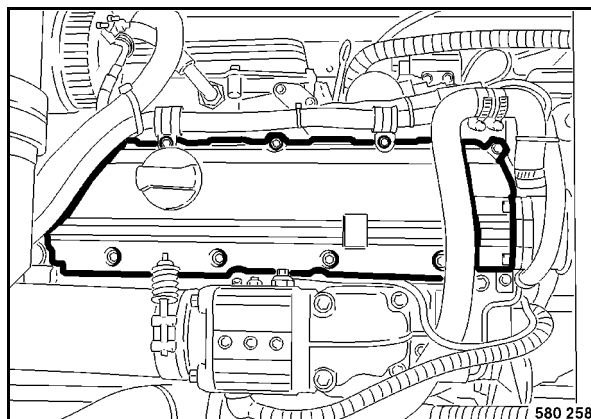

Fig. 127
- Desmontar la tapa de la culata (Fig. 127).